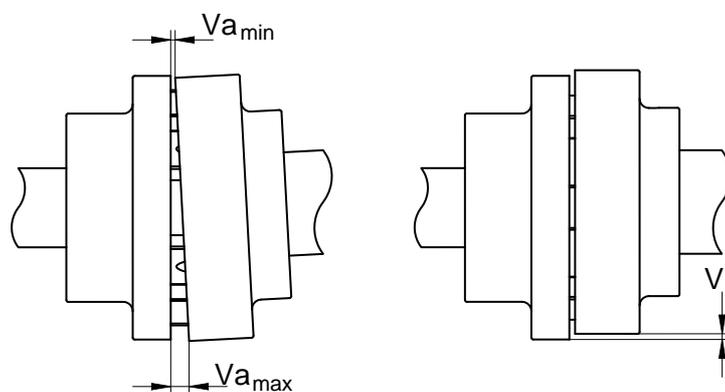

Рисунок 4. Стандартная муфта с допусками при совмещении
- 3 Муфты считаются совмещенными, если измеренные значения находятся в пределах допусков, см. рисунок 4 и соответствующую таблицу.
Максимальные допуски при совмещении полумуфт приведены в таблица 2. См. также рисунок 4.